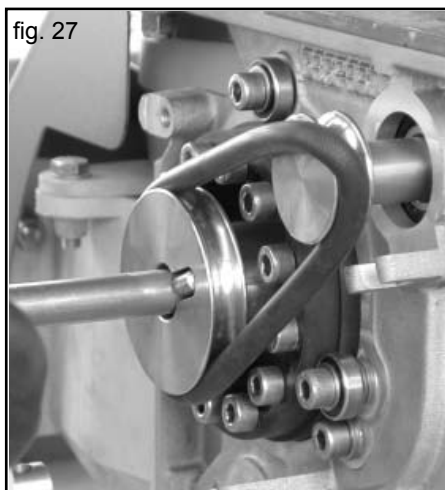

fig. 27
- Pour désactiver l'agitateur, soulever la courroie ronde sur le bord de la poulie motrice et, sur le côté opposé, tourner facilement le rouleau doseur dans la direction d'entraînement. La courroie sautera (Fig. 27).